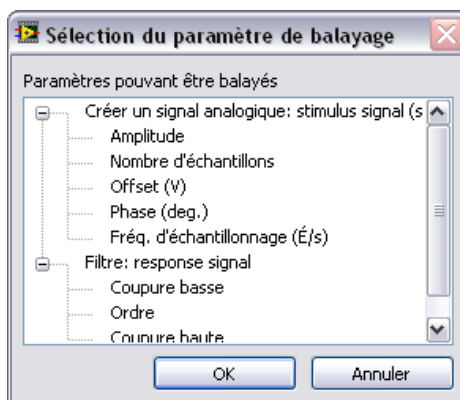

Figure 6-1. Boîte de dialogue Sélection du paramètre de balayage
4. Cliquez sur le bouton **Ajouter** dans la boîte de dialogue **Configuration de l'étape** pour afficher la liste des paramètres de balayage de chaque étape du projet, comme le montre la figure 6-1.